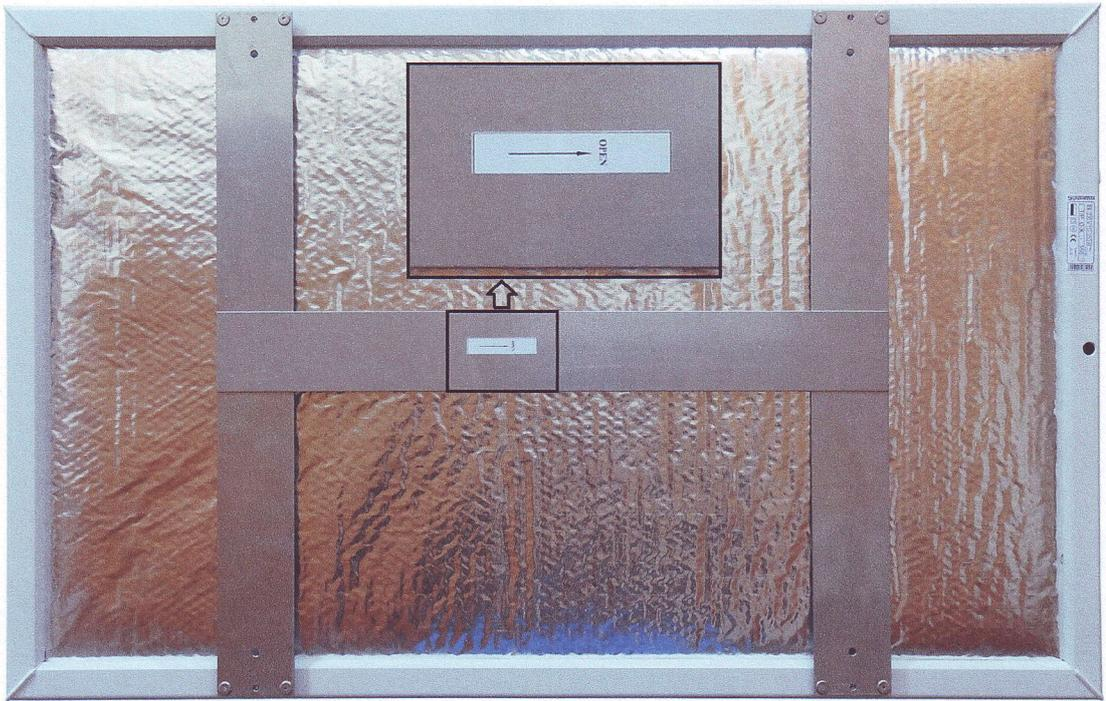

Bild 1
1. Nach dem auspackung der Infra Paneele zeigt die Pfeile im welche richtung muss mann der „ H „formiges Tragkonstuktion abheben. ( Bild 1)